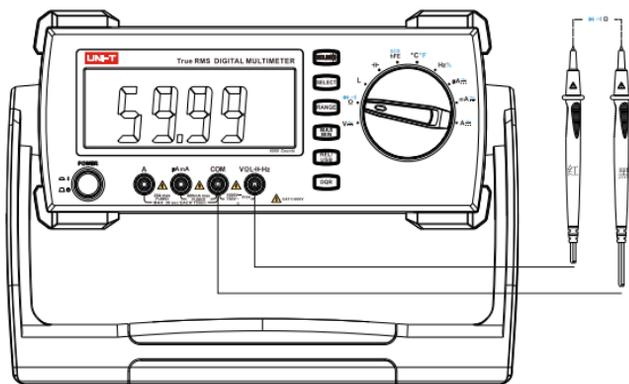

图2
- b) 将仪表的旋转开关转到  档按下  键切换为电阻(Ω)测量功能(如图2)，将表笔并联到被测电阻两端。
b) 将仪表旋转开关转到 Ω 档, 按下 **SELECT** 键切换为二极管($\rightarrow|$)测量功能(如图2)
- b) 将仪表的旋转开关转到  测量档，按下  键切换为通断 () 测量功能（如图2）